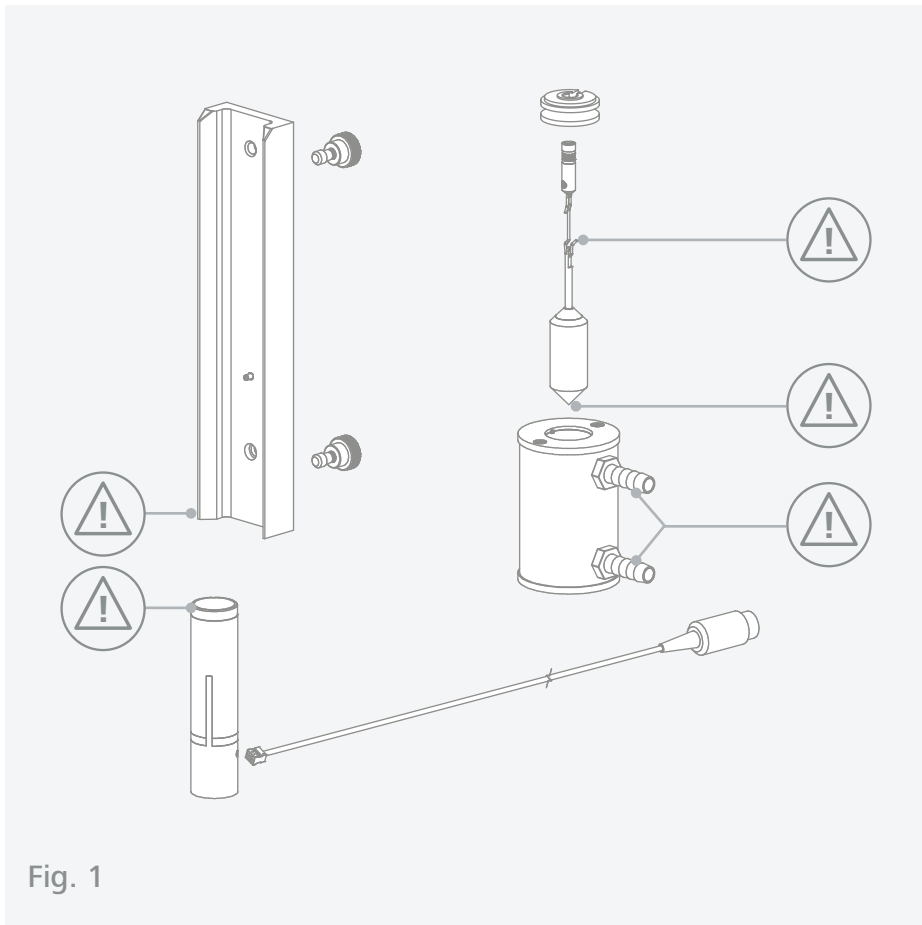

Fig. 1
- > Faites attention aux emplacements repérés sur la Fig. 1.